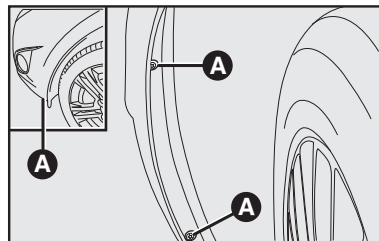

fig. 19
- Remover os três parafusos de fixação da proteção **A-fig. 19** do vão da roda;
- Recolocar os parafusos de fixação da proteção **A-fig. 19** do vão da roda.